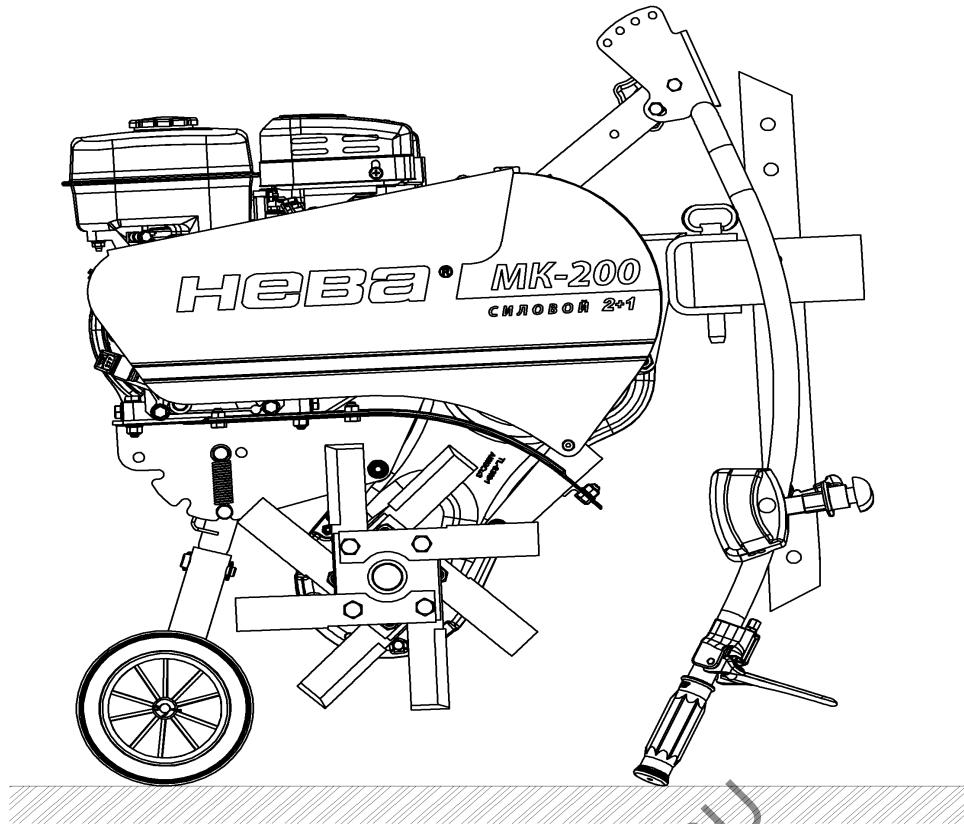

Рис.4 Парковочное положение
- Опустить руль в парковочное положение (рис.4.)
**Руль (Рулевая колонка)** – предназначен для управления МК, имеет регулировку по высоте и углу поворота, а так же используется для установки МК в парковочное положение (рис.4).